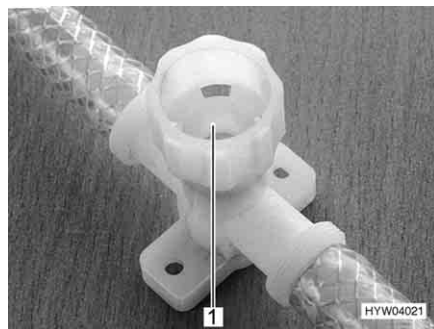

Fig. 160 Llave de desagüe para calentador Therme
- Cerrar todas las llaves de desagüe. Para ello, girar los capuchones (Fig. 160,1) en sentido de las agujas del reloj.
- Abrir todas las llaves de desagüe del calentador Therme. Para ello, girar los capuchones (Fig. 160,1) en sentido contrario a las agujas del reloj.